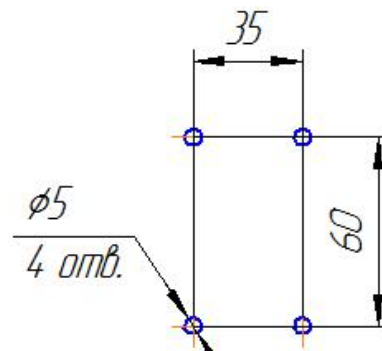

Рис.6 Схема расположения отверстий кронштейна
4.5 Схему расположения отверстий крепления на кронштейне клапана К-1415-40 см.рис.6.